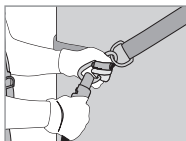
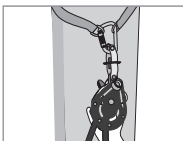

Fig 1
Fig 2
Tilslut anordningen på den drejelige messing ende til et af ankerpunkterne (fig. 1) og tilslutningen på spændingsindikatoren på det andet ankerpunkt (fig. 2). Kontroller at de to tilslutninger er både lukket OG låst. Åbn knasthåndtaget (4) og hold det åbent med en let spænding af låseknappen (3). Kontroller lukningen af de 2 spændeflanger (5 og 6), idet remskiveflangerne (6) 4 positioneringsaksler (7) skal være helt fastgjort i lukkeflangen (5) og den skal holdes lukket ved hjælp af låseknappen. Ved normal brug behøver du ikke åbne disse to flanger, men denne åbning er nødvendig under eftersynsoperationer.